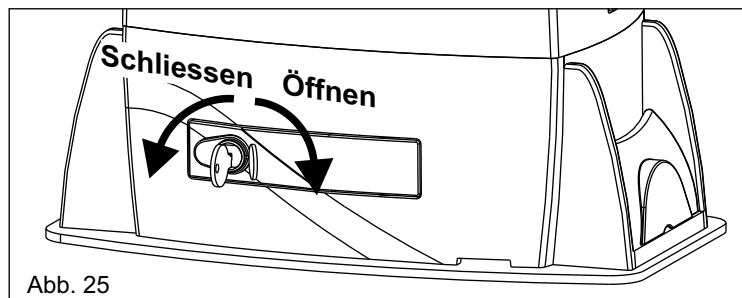

Abb. 25
- Die Schutzklappe des Schlosses öffnen, den Schlüssel einführen und um 90° im Uhrzeigersinn drehen (Abb. 25).